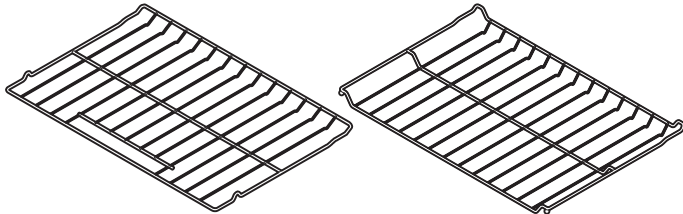

Figure 1
- La grille plate avec poignée (Tous les modèles Fig. 1).